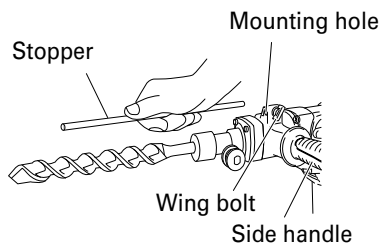

Fig. 11
7. Using the stopper (Fig. 11)